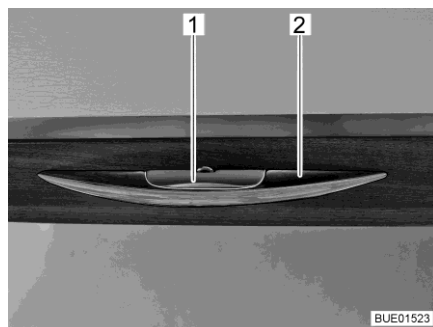

Fig. 48 Sportello del mobile con maniglia di sbloccaggio
- Premere la maniglia di sbloccaggio (Fig. 48,1) e mantenerla premuta.
- Tirare la maniglia (Fig. 48,2) finché lo sportello del mobile non si apre.